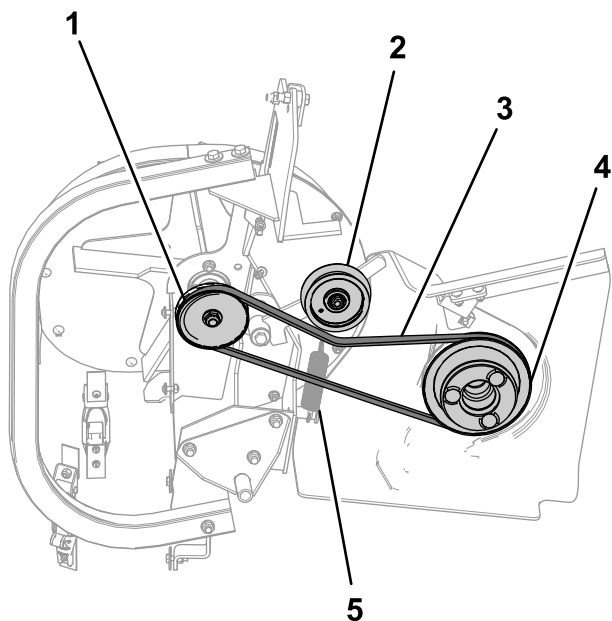

Figura 37
1. Coloque la correa del soplador alrededor de la polea motriz, como se muestra en la Figura 37.